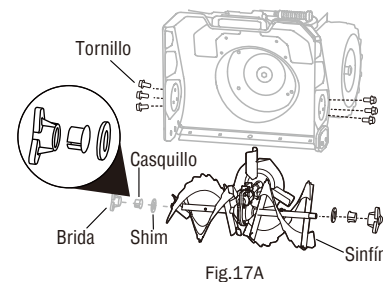

Fig.17A
1. Retire los tres tornillos a la izquierda y a la derecha de la carcasa del sinfín (Fig.17A).
2. Retire el sinfín, junto con la caja de engranajes como un conjunto de la carcasa. A continuación, retire la brida, el casquillo y la junta del eje del sinfín (Fig.17A).